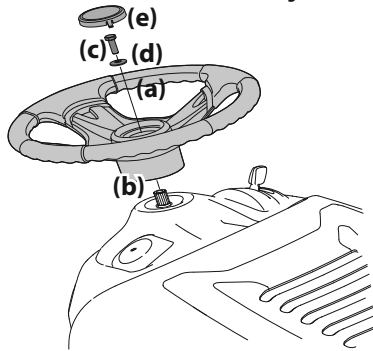

Figure 10
2. Assurez-vous que les roues de l'appareil sont dirigées vers l'avant, puis placez le volant de direction (a) sur l'arbre de direction (b). Voir Figure 10.